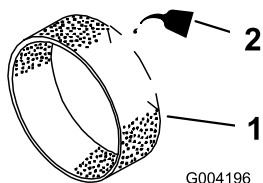

Figura 145
3. Coloque 3 a 6 cl de óleo no filtro prévio (Figura 145).